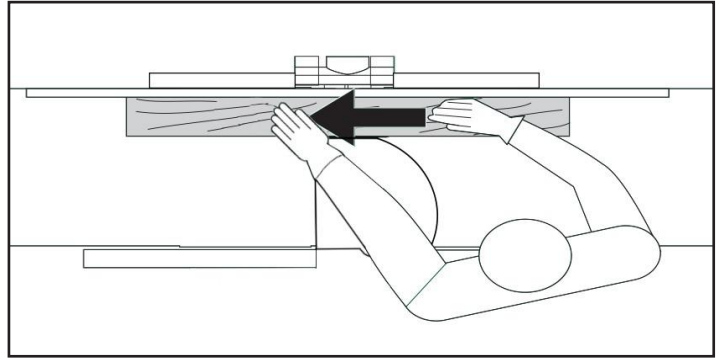

FIG. 14
Placez la pièce sur le dessus de la table d'alimentation à droite. La pièce sera coupée sur le dessous par les couteaux à tête tournante. Lors de l'articulation, la direction d'alimentation de la pièce est de droite à gauche au-dessus de la tête de coupe. FIG. 14.
1. Supposons la bonne position de fonctionnement: tenez-vous sur le côté de la table d'alimentation avec les pieds écartés pour assurer la stabilité tout au long du processus de coupe. FIG. 14.